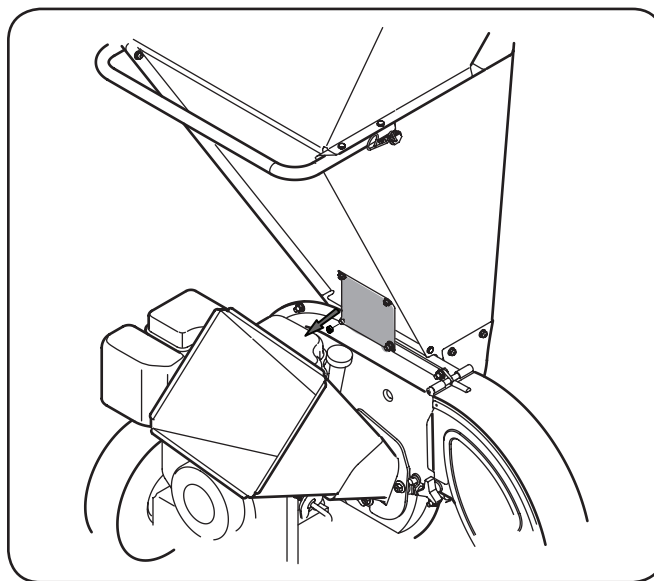

Figure 7-2
2. Retirez les deux écrous à bride et les deux boulons qui fixent le support de la trémie d'alimentation de la broyeuse au boîtier de la turbine. Gardez la quincaillerie pour usage ultérieur. Voir Figure 7-2.